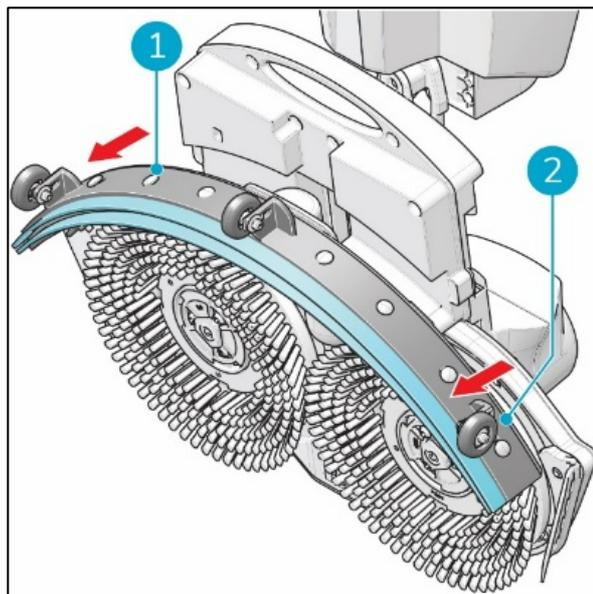

Abbildung 26
3. Ziehen Sie an der linken Seite der Abziehblattbaugruppe, um sie zu lösen (Figure 26, Pos. 1).
4. Ziehen Sie an der rechten Seite der Abziehblattbaugruppe, um sie zu lösen (Figure 26, Pos. 2).